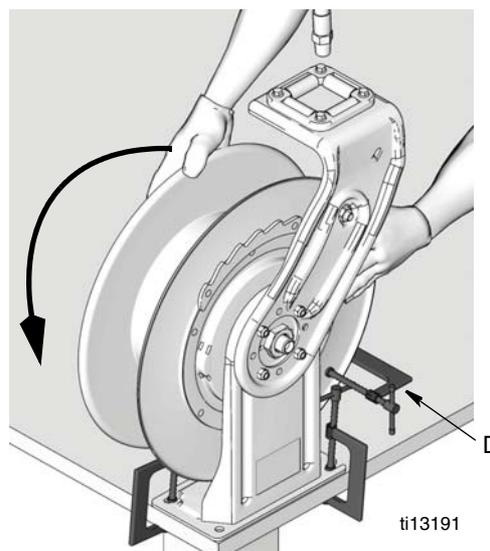

FIG. 11
2. Antes de montar la manguera, ponga una abrazadera en C (D, FIG. 11) en la brida del carrete para ayudar a evitar que se suelte accidentalmente el carrete y gire libremente.
4. Con guantes resistentes, tome firmemente el borde exterior de la brida del carrete con ambas manos. Enrolle el carrete la cantidad correcta de vueltas (consulte la tabla de referencia después del paso 1), girándolo en la dirección que se muestra en la FIG. 11.
8. Fije el extremo de manguera (B) en la unión giratoria del carrete de manguera (A). Después retire con cuidado la abrazadera en C (D) (FIG. 11).